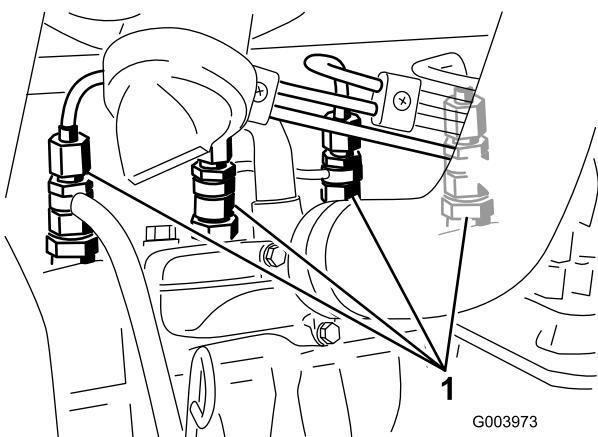

Figura 58
- Allentate il raccordo dell'ugello n. 1 e il gruppo portaugelli (Figura 58).